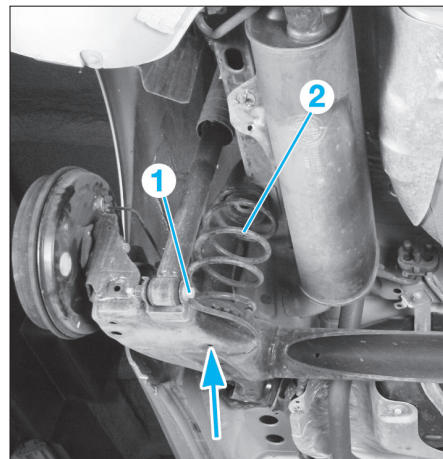

FIG. 19
- Positionner un vérin dans l'alignement du ressort arrière (Fig.19).
- Déposer la vis de fixation inférieure (1) d'amortisseur.
- Abaisser lentement le vérin hydraulique jusqu'à ce que le ressort (2) soit détendu.
- Déposer les ressorts (2) de suspension gauche et droit.